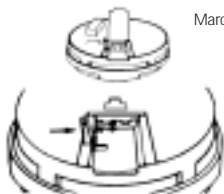

FIGURA 6
5. Al instalar la batería, presione hacia abajo el enganche de retención indicador de batería en el compartimiento e instale la batería (consulte la Figura 6).